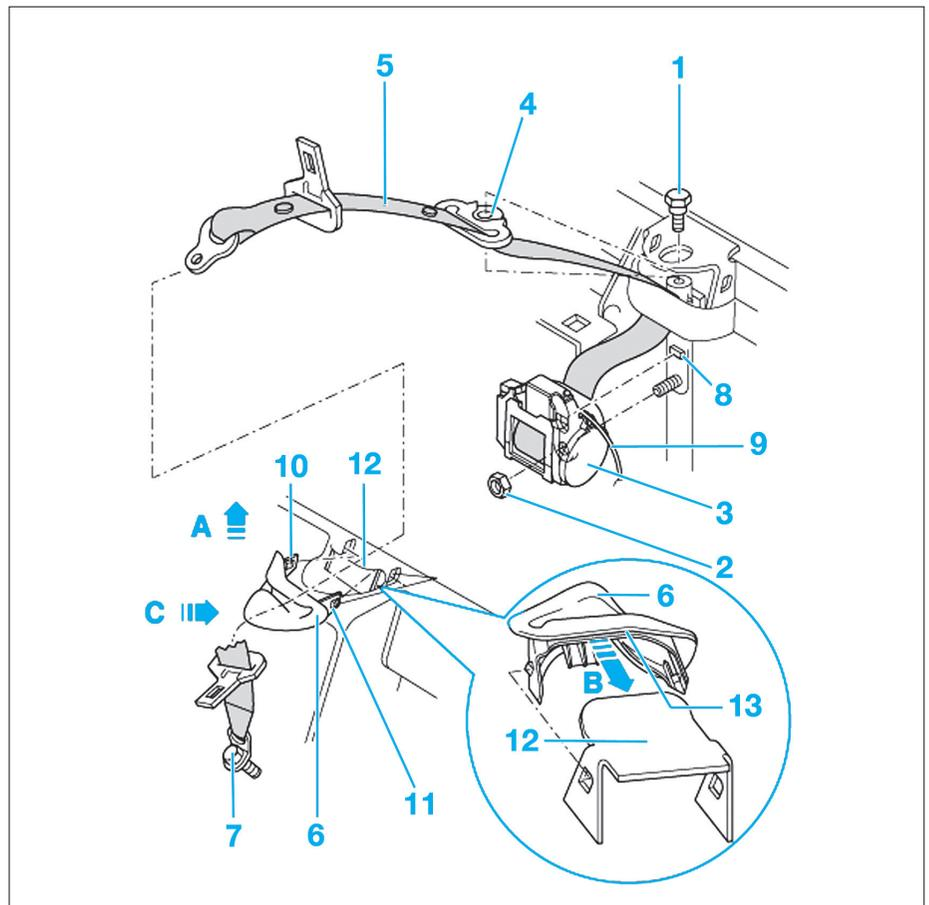

Fig. 14
- Dévisser la vis (7) (Fig.14).
- Repousser de côté, la garniture au niveau du cache du dispositif de guidage de ceinture (6) et faire levier à l'aide d'un tournevis pour extraire l'ergot d'arrêt (11).
- Retirer le cache (6) en procédant dans le sens de la flèche vers le haut dans le sens de la flèche (A).
- Dévisser la vis (1).
- Pour débrancher le connecteur (9), ouvrir le clip de verrouillage à l'aide d'un petit tournevis.
- Dévisser l'écrou (2).
- Retirer la troisième ceinture de sécurité 3 points arrière (3).